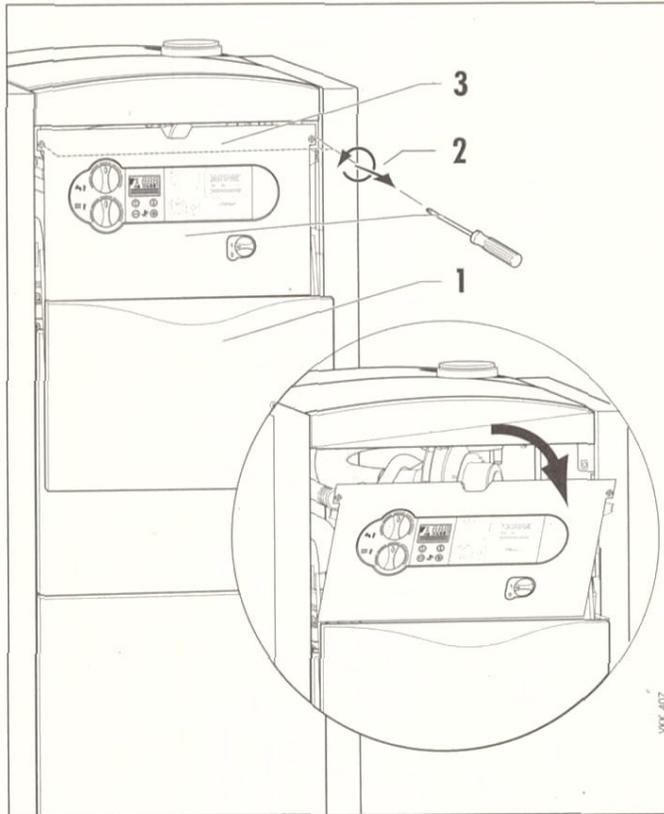

Abb. 4.7 Anschlussleitungen in den Schaltkasten verlegen
- Verlegen Sie die Netzzuleitung zur Anschlußebene im Schaltkasten wie in Abb. 4.7 gezeigt.
- Verlegen Sie die erforderlichen Leitungen zur Anschlußebene im Schaltkasten wie in Abb. 4.7 gezeigt.